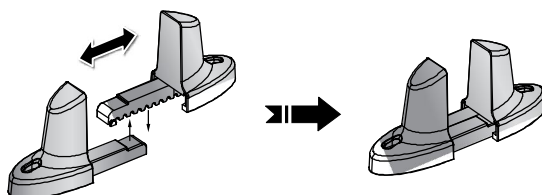

Рис. 3-8. Соберите опоры для вертикальной установки (опциональные)
- 4) Соберите опоры для вертикального монтажа в соответствии с размером ИБП. Для этого необходимо выступы вставить в соответствующие впадины. См. **Рис. 3-8**.